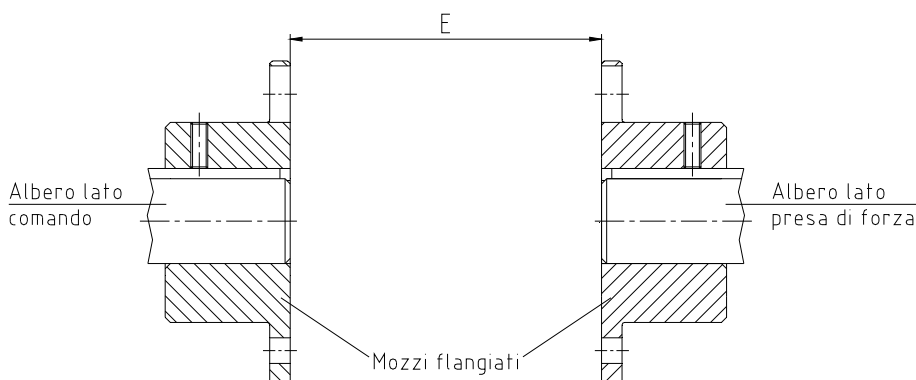

Figura 17: Montaggio dei mozzi flangiati
- I lati interni dei mozzi flangiati devono essere allineati con i lati frontali degli alberi (vedi figura 17).